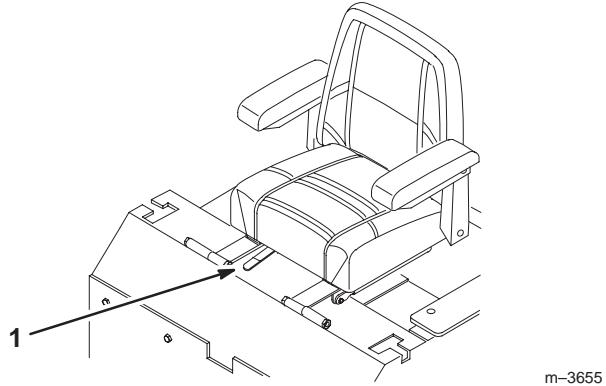

Figure 25
- Pour régler les verrous à came, soulevez le levier pour desserrer le verrou (Fig. 25).
1. Poussez le levier de réglage sur le côté pour débloquer le siège (Fig. 25).